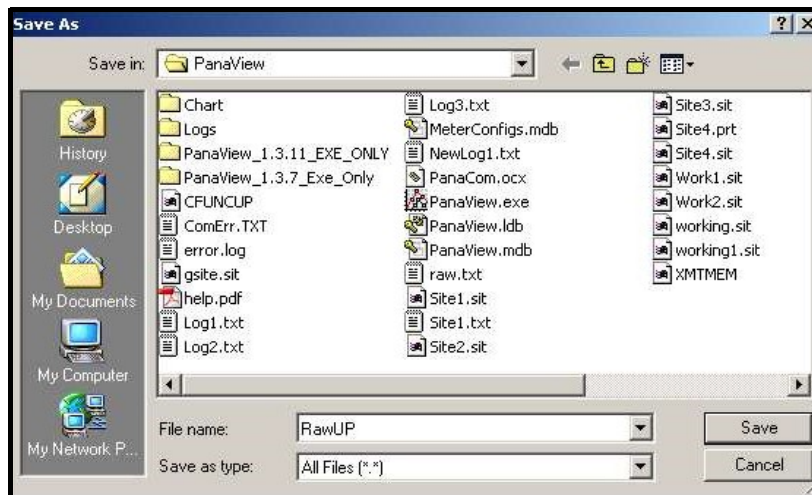

Figure 14: Enregistrement des données de la matrice de signaux dans un fichier
- Si vous double-cliquez sur To File, une autre fenêtre s'ouvre, semblable à la Figure 14. Entrez un nom de fichier et cliquez sur [Save]. PanaView stocke les données de la matrice dans un fichier Windows et ferme la fenêtre Calibration/ Test.
- Si vous double-cliquez sur Vers un fichier, la fenêtre Enregistrer sous (similaire à la Figure 14 à la page 46) s'ouvre. Saisissez un nom de fichier et cliquez sur [Enregistrer]. PanaView stocke les données de la matrice dans un fichier Windows et ferme la fenêtre Calibration/ Test.